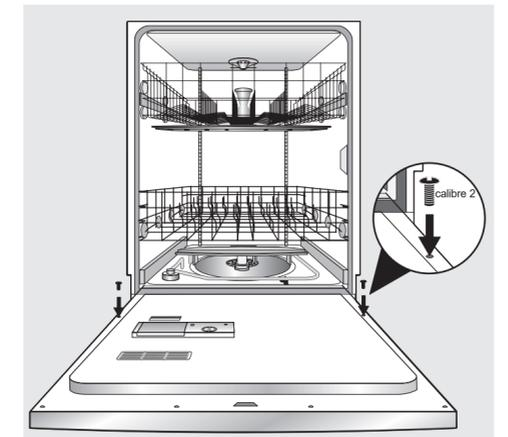

Figure 18
- Déverrouillez et ouvrez la porte. À l'aide d'un tournevis cruciforme, retirez deux (2) vis de la porte intérieure. Conservez les vis pour les remonter. **Voir Figure 18.**